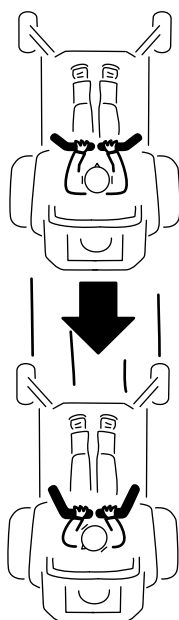

Figura 34
2. Pentru a vă deplasa cu spatele, trageți ușor manetele de control al mișcării spre spate (Figura 34).